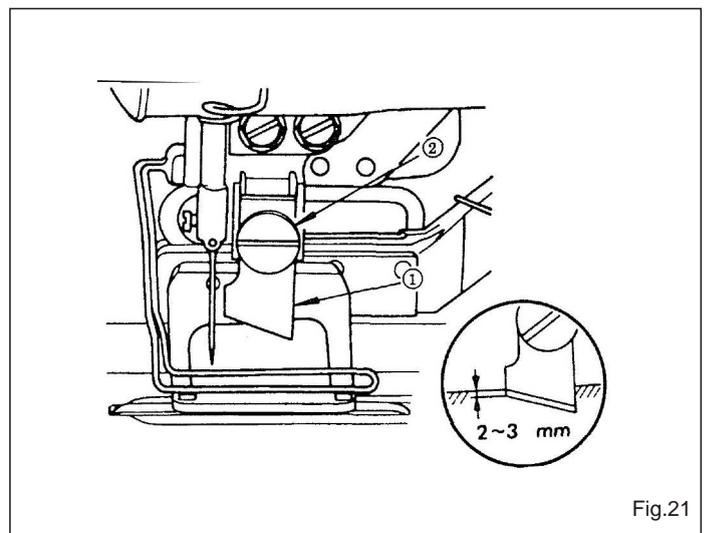

Fig.21
18. SUBSTITUIÇÃO DA FACA (Fig. 21)